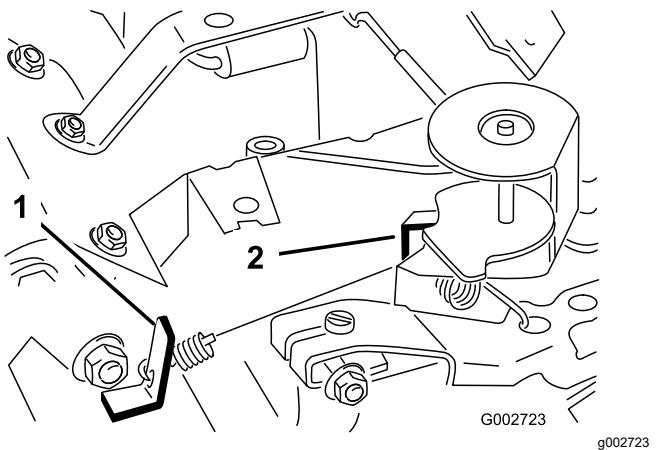

Figure 40
3. Courbez la languette d'ancrage du ressort de ralenti réglé (Figure 40) pour obtenir un régime de ralenti de 1 675 à 1 175 tr/min.
6. Courbez la languette d'ancrage du ressort de haut régime (Figure 40) pour obtenir un haut régime de 3 350 à 3 450 tr/min.